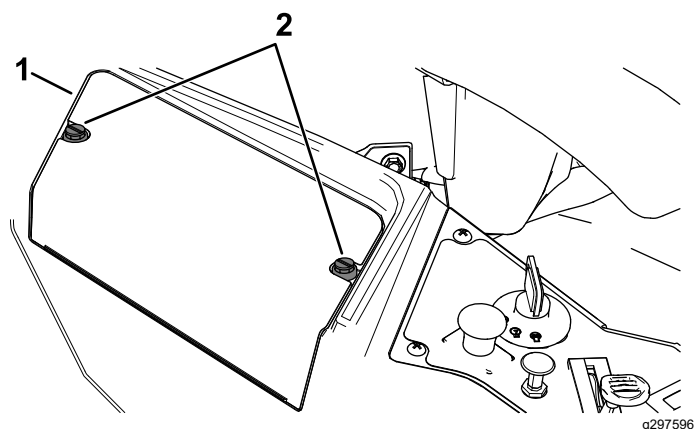

Figure 54
3. Desserrez les 2 fixations sur le couvercle de la batterie en les tournant de 1/4 de tour dans le sens antihoraire, et déposez le couvercle (Figure 54).
6. Reposez le couvercle de la batterie en appuyant dessus et en serrant les 2 fixations dans le sens horaire (Figure 54).